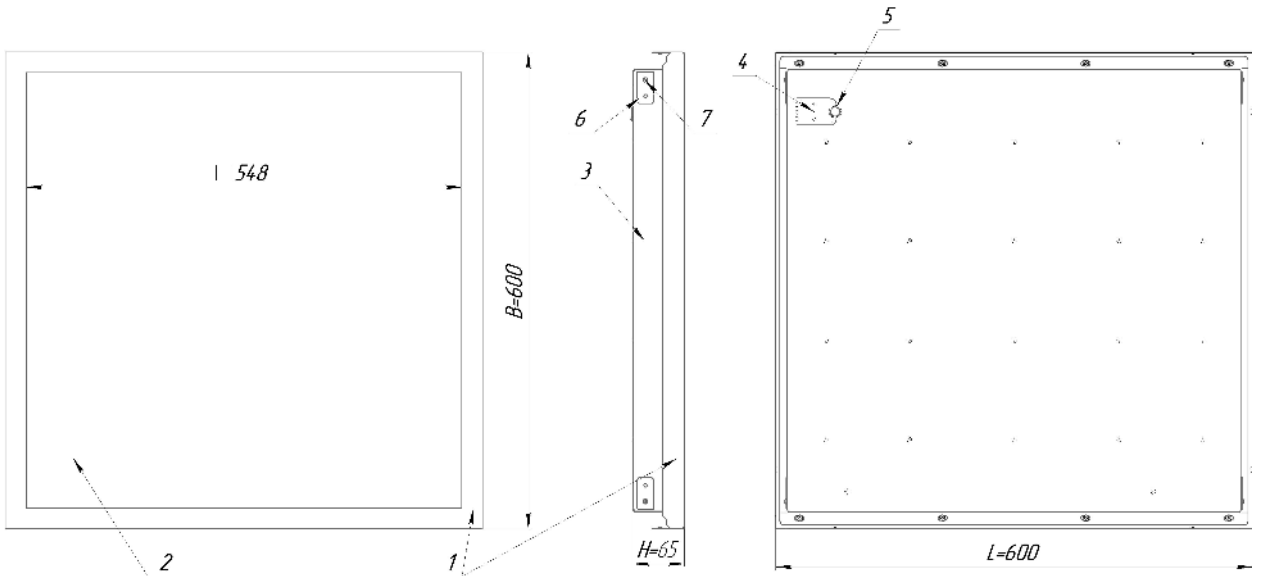

Рисунок 1 – Светильник ДВО12 VCF
3.2 Светильник ДВО12 VCF (рис. 1 приложения А) состоит из обечайки поз. 1, рассеивателя поз. 2, корпуса со встроенным светодиодным модулем и источником питания поз. 3, пластин подвеса поз. 4, закреплённых винтами поз. 5, и провода поз. 6.
5.5 Ослабьте винты поз. 5, поверните пластины подвеса поз. 4 в вертикальное положение и зафиксируйте их винтами (рис. 1).
5.9 Проденьте проволочные подвесы (в комплект не входят) через отверстия пластин подвеса (поз. 4 рис. 1) и закрепите их на несущей запотолочной поверхности.
5.10 Для подключения светильника к сетевому проводу (см. рис. 4) снимите кольцо (поз. 5 рис. 1), отогните язычок с клеммной колодкой (поз. 4 рис. 1). Проденьте сетевой провод через кольцо и подключите к клеммной колодке согласно схеме, приведённой на рис. 4. Светильник с функцией управления по протоколу 1-10V подключать согласно схеме, приведённой на рис. 4б, по протоколу DALI - на рис. 4в. Закройте язычок с клеммной колодкой и установите кольцо в отверстие так, как показано на рис. 4.